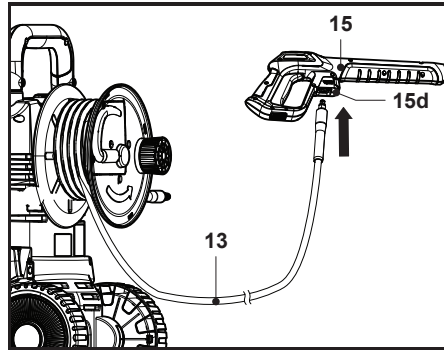

Fig. 7
1. Tire suavemente de la manguera de presión (13) para extraerla. Recomendamos desenrollar completamente la manguera de presión (13) antes de usar la máquina.
2. Inserte la punta de la manguera de presión (13) en el conector de la manguera (15d) de la pistola pulverizadora (15) hasta el tope; oirá un clic (Fig. 7).